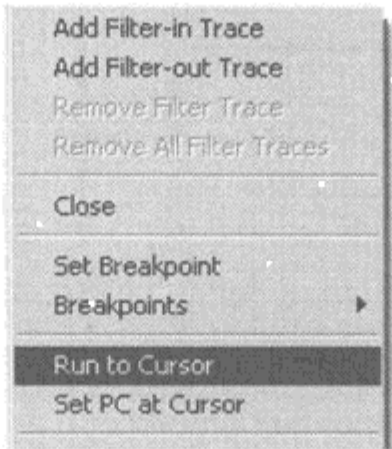

图 1-4 MPLAB IDE 编辑器菜单（右键单击）
(5) 单击仿真器复位按钮 （或选择“Debugger（调试器）→Reset（复位）”），观察 PORTA 的内容。复位后，PORTA 的内容应该是空的。然后，将光标置于主函数的端口分配语句行，右键打开菜单，选择“Run to Cursor”选项。（如图 1-4 所示。）